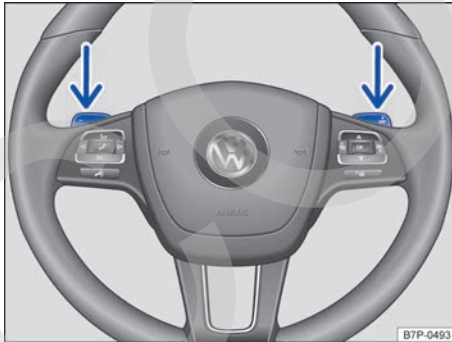

Fig. 149 Detrás del volante: levas de cambio para el Tiptronic.
- Tire de la leva derecha → fig. 149 hacia el volante para cambiar a una marcha más larga.